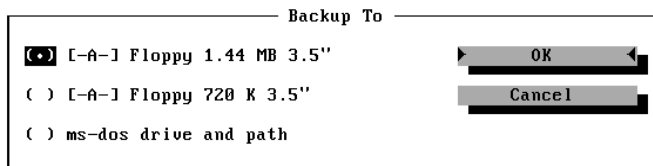

图 7-7 测试备份软盘准备框
5) 选择 Start Test 选项后, 首先读硬盘驱动器中的目录及其文件, 然后显示一个对话框, 提醒用户可以选择一个驱动器测试。选择 Continue 后, MSBACKUP 显示 Backup to 窗口, 要求选择待测试软盘驱动器, 如图 7-7 所示。